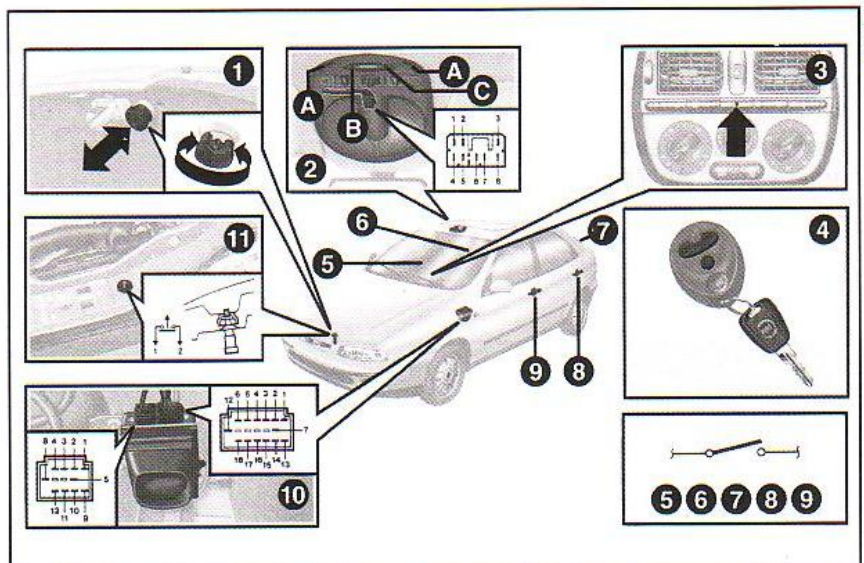

fig. 3
**LOCALIZAÇÃO DOS COMPONENTES NO VEÍCULO - Brava fig. 3**